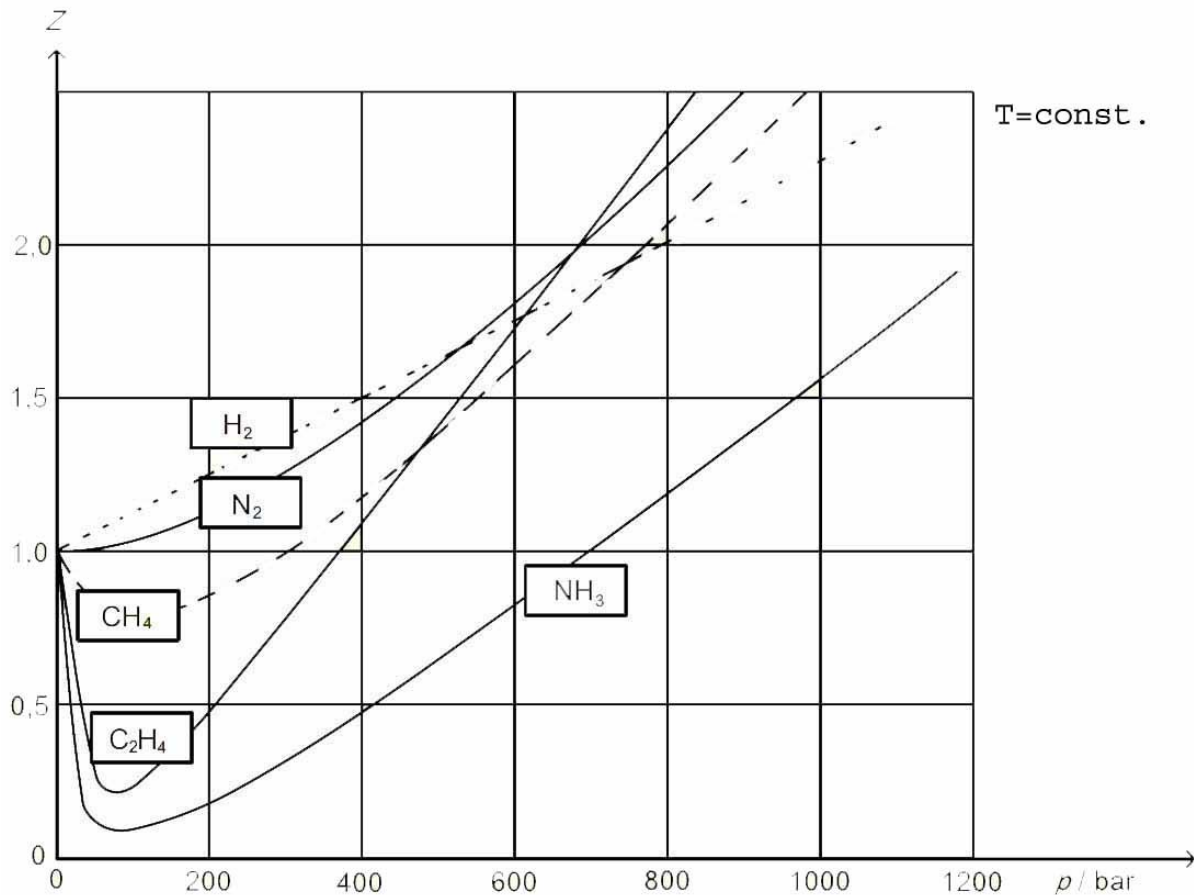

Abb. 1: Realgasfaktor verschiedener Gase
Der Realgasfaktor Z ist eine Funktion von der Temperatur und insbesondere vom Druck (siehe Abbildung 1).
6. Interpretieren Sie die Kurvenverläufe in Abbildung 1!